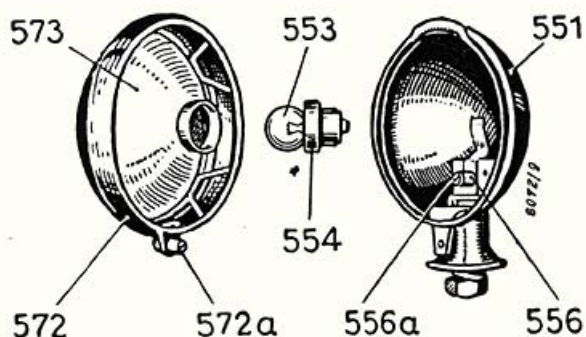

Bild 17 Seitenlaterne L 75, zerlegt
a) Seitenlaterne L 75 (Bild 17).